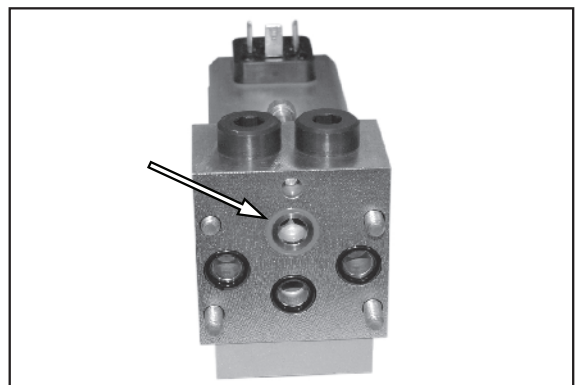

Abbildung 45.
3. Siehe Abbildung 45. 2-Positionen-/4-Wege-Ventil entfernen. O-Ringe prüfen und reinigen. Ersetzen Sie diese wie erforderlich.